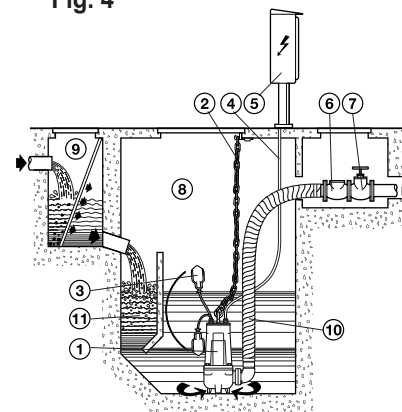

Fig. 5
**5.2.1 INSTALLAZIONE MOBILE (FIG. 5)**